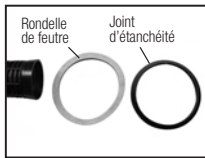

Figure 5
6) **Joint d'étanchéité du boîtier de chambre de pression et rondelle de feutre:** Glissez le joint d'étanchéité et la rondelle de feutre pour les enlever du corps de la chambre de pression (figure 5). Remplacez d'abord la rondelle de feutre en vous assurant de ne pas replier la rondelle en la relevant de la chambre de pompe et dans l'anneau de verrouillage de pompe (figure 6). La rondelle de feutre est pré-lubrifiée pour fournir de la lubrification entre le boîtier de la chambre de pression et le joint d'étanchéité de la chambre de pression. Avant de l'installer, assurez-vous que la rondelle de feutre est libre de contamination. Remplacez le joint d'étanchéité dans l'ouverture de la pompe du réservoir en vous assurant que l'extrémité à bride est vers le haut (si ceci est assemblé à l'envers, il y aura des fuites) (figure 7). Assurez-vous que les côtés du joint d'étanchéité sont à l'intérieur de l'ouverture de la pompe du réservoir et que la bride repose à niveau sur la surface scellée de l'ouverture de la pompe du réservoir.